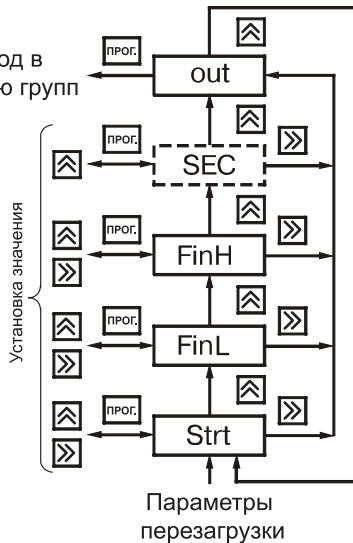

Рис. 24
6.1.7. Группа "**GrouP\_b**" (рис. 24) содержит параметры **FinL**, **FinH**, задающие границы счета и значение **Strt** загружаемое в счетчик импульсов при достижении этих границ. Положение десятичной точки в этих параметрах определяется её положением в параметре **F**. Установите нужное значение параметров **FinL**, **FinH** и **Strt**.